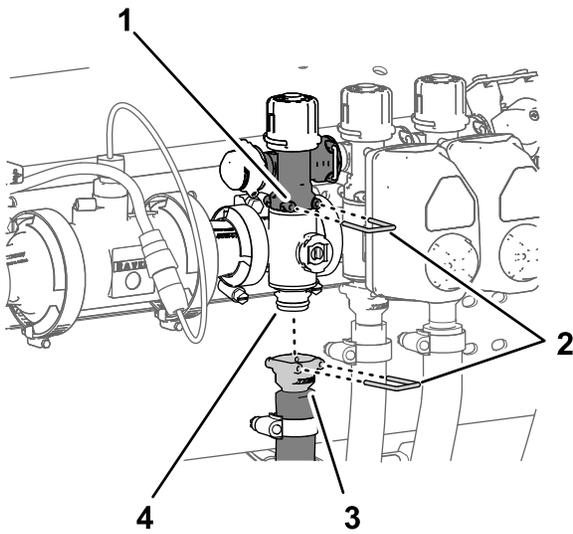

Figura 128
3. Conecte el acoplamiento rápido del distribuidor de la válvula de sección al acoplamiento rápido hembra de la válvula de desvío de sección con una grapa (Figura 127 y Figura 128).
- Monte el acoplamiento rápido de la manguera de sección en el acoplamiento rápido del distribuidor de la válvula de sección con la grapa (Figura 128).